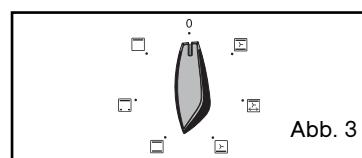

Abb. 3
- Wird der Funktionswahlschalter auf 0 gestellt (Abb. 3), so erscheint die Tageszeit wieder in der Anzeige.